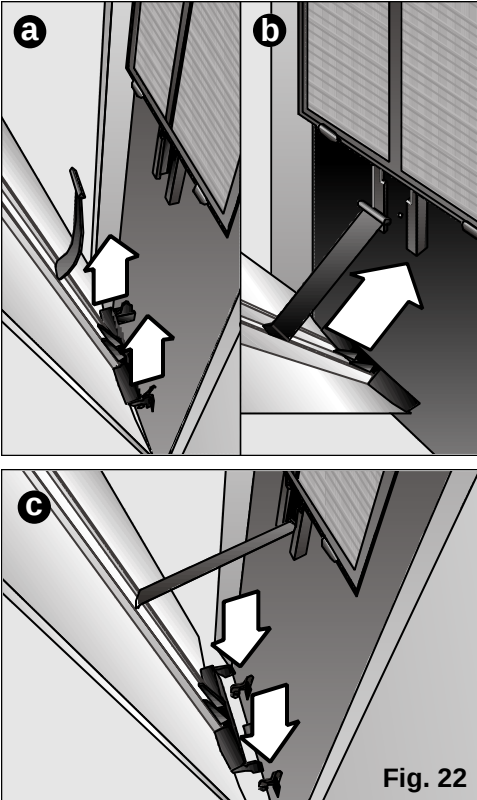

Fig. 22
- 1º Levantar a porta até a retirar dos apoios inferiores, (**Fig. 22: a**).
- 2º Posicionar a patilha de plástico na ranhura frontal do equipamento (em forma de T) e deslizá-la para baixo até ao batente de segurança, (**Fig. 22: b**).
- 3º Colocar as patilhas inferiores da porta nos batentes frontais do equipamento, com cuidado para evitar que a patilha de plástico colocada no passo anterior saia da sua localização, (**Fig. 22: c**).